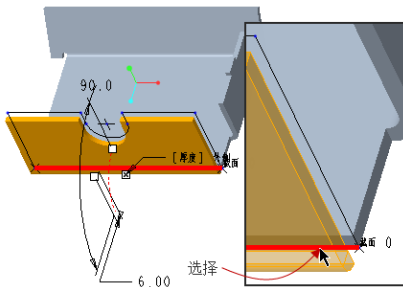

图 1-122 重新指定连接边
(1) 在钣金件模型树上单击“平整 4”特征，接着从出现的浮动工具栏中单击“编辑定义”按钮 。
(2) 功能区出现“平整”选项卡，单击“放置”标签以打开“放置”面板，重新指定连接边，即选择图 1-122 所示的另一条边作为平整壁的连接边，图中为了更好地观察到新连接边，特意在“平整”选项卡中单击  (分离) 按钮。